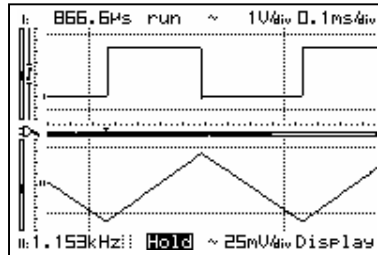

Fig 16
- **Markers:** Moveable markers allow measurement of the signal (Fig. 16).
- **Markers:** Dankzij de verplaatsbare markers kan het signaal worden gemeten (Fig. 16).
- **Repères:** Les marqueurs amovibles permettent de mesurer le signal (Fig. 16).
- **Markierungen:** Bewegliche Markierungen ermöglichen die Messung des Signals (Abb. 16).